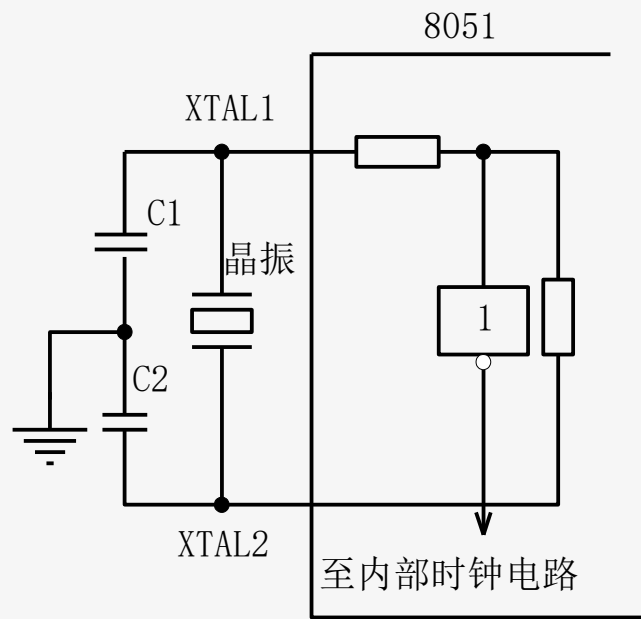

图 1.8 内部时钟振荡电路
② 时钟电路：
a. 内部时钟振荡电路。在 51 单片机内部有一个高增益相反相放大器，其输入端为芯片引脚 XTAL1，其输出端为引脚 XTAL2，外接晶体振荡器和微调电容，从而构成一个稳定的自激振荡器，如图 1.8 所示。